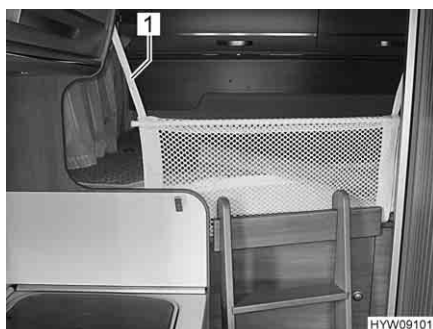

Fig. 48 Letto in coda con rete protettiva montata
- Inserire le cinture di ritegno (Fig. 48,1) nelle apposite fibbie.